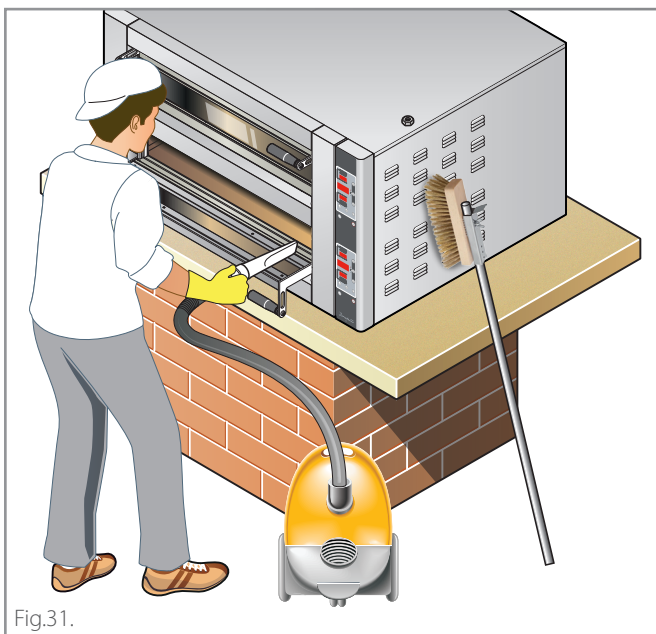

Fig.31.
- (A)** Ajustar la **temperatura en la cámara a 400°C - 752°F**;
- (B)** mediante los botones "MÍN" y "MÁX", ajustar ambas potencias **techo y solera en MÁX**;
- (C)** apagar las luces de la cámara de cocción;
- (D)** cuando se alcanza la temperatura, apagar el horno mediante el botón **ON/OFF** y dejarlo enfriar con la puerta cerrada;
- (E)** cuando el horno esté frío, limpie la cámara de los residuos de alimentos cristalizados con un cepillo de fibra natural y, a continuación, aspire con un aspirador de cenizas ► **Fig.31.**
- (B)** ajustar las potencias de **techo y solera en 100%** consultar los ajustes manuales;
- (C)** apague las luces de la cámara de cocción;
- (D)** cuando se alcanza la temperatura, apagar el horno mediante el botón ON/OFF y dejarlo enfriar con la puerta cerrada;